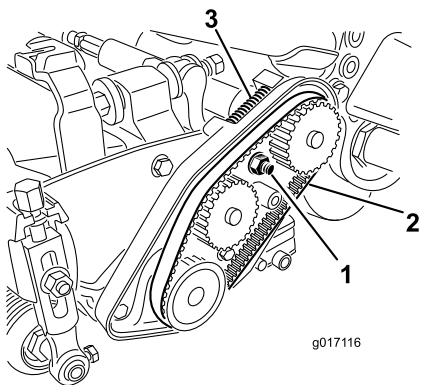

Figura 46
- A. Afloje la tuerca de montaje del alojamiento del cojinete (Figura 46)
- C. Limpie los residuos del interior del compartimento de la correa y de alrededor del muelle de compresión (Figura 46).